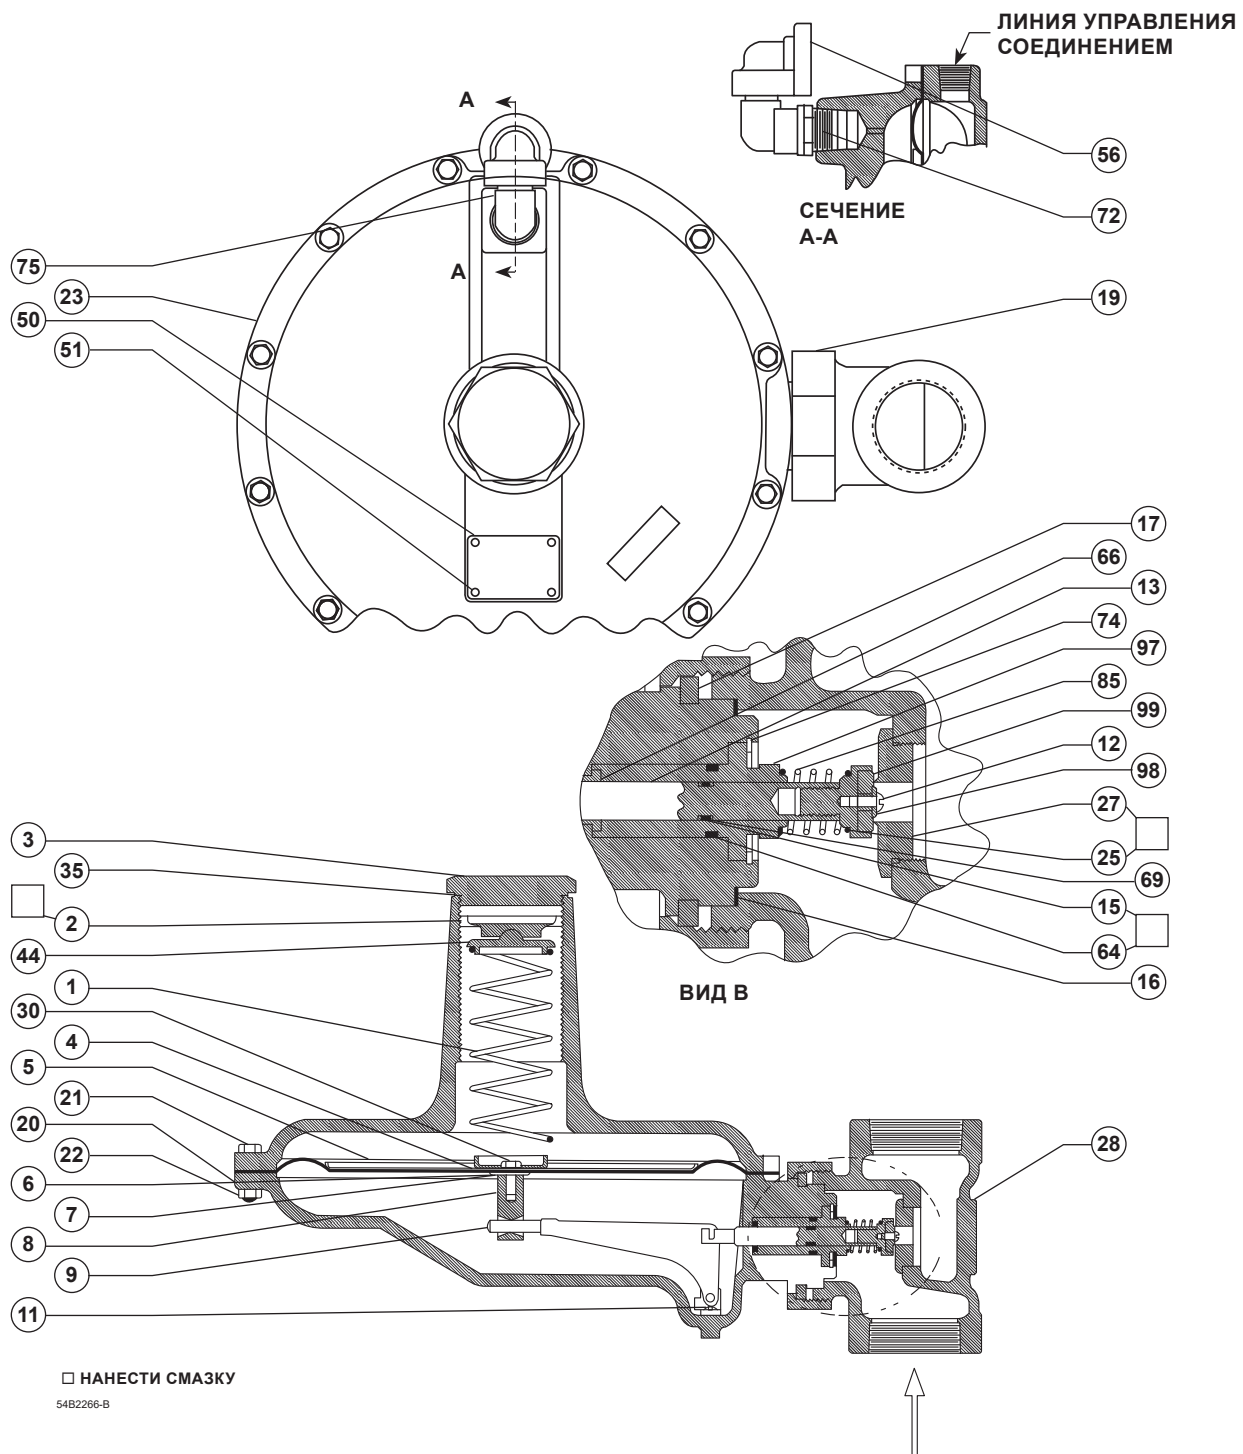

Рисунок 5. Регулятор типа Y693, вариант нижнего кожуха из стали или нержавеющей стали
8. Во время сборки используйте смазку указанных деталей, (рис. 5) и замените детали по мере необходимости.